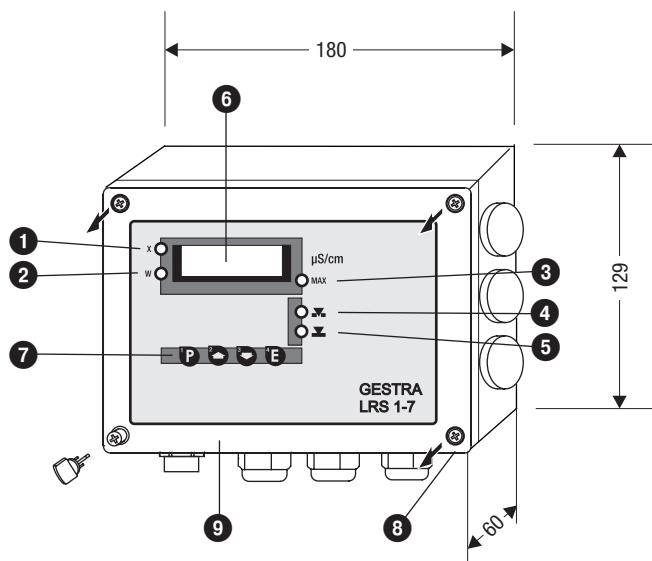

Fig. 2
1. Løsn skrueerne til dækslet **8** og tag husdækslet **9** af. (Fig. 2, 3)